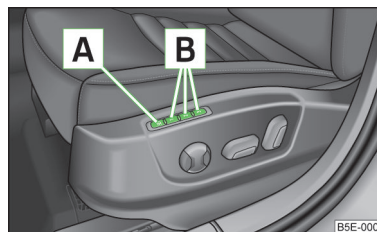

Fig. 50
La funzione Memory del sedile del conducente permette di memorizzare la posizione del sedile del conducente e degli specchietti esterni. A ciascuno dei tre tasti di memoria **B** » fig. 50 è possibile assegnare una posizione di regolazione.
- Premere il tasto **SET** **A** » fig. 50.
- Premere il tasto di memorizzazione **B** » fig. 50 desiderato.
➤ Premere **brevemente** il tasto di memorizzazione desiderato **[B]** » fig. 50 con accensione disinserita e porta conducente aperta.
➤ Premere e tenere premuto un tasto di memorizzazione **[B]** » fig. 50 a pagina 79a piacere. Dopo che il sedile ha assunto la posizione memorizzata in corrispondenza del tasto, entro 10 secondi premere contemporaneamente il tasto **[a]** sulla chiave con comando a distanza.
➤ Premere e tenere premuto il tasto **[SET]** **[A]** » fig. 50 a pagina 79. Contemporaneamente entro 10 secondi premere il tasto **[a]** sulla chiave con comando a distanza.